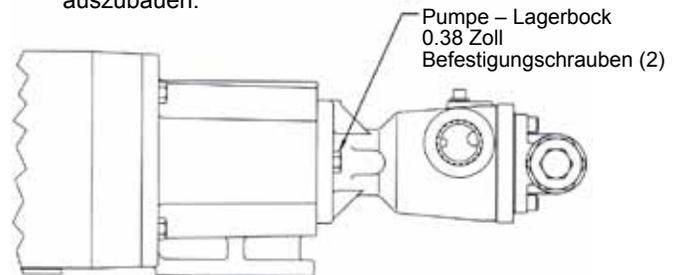

ABBILDUNG 11
- Lösen Sie die an den Anschlüssen angeschlossenen Leitungen und entfernen Sie die Schrauben; mit denen die Pumpe am Lagerbock befestigt ist. (**Siehe Abbildung 11**). Unterstützen Sie, wenn möglich, die Pumpe mit einem Kran.